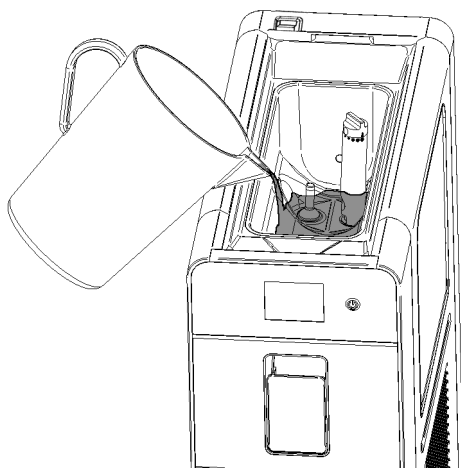

figura 5
**2** Vierta el preparado en la cuba superior y espere hasta que se llene el cilindro. Esta situación se verifica cuando ya no salen burbujas por los orificios presentes en el tubo de mezcla. (ver figura 5)